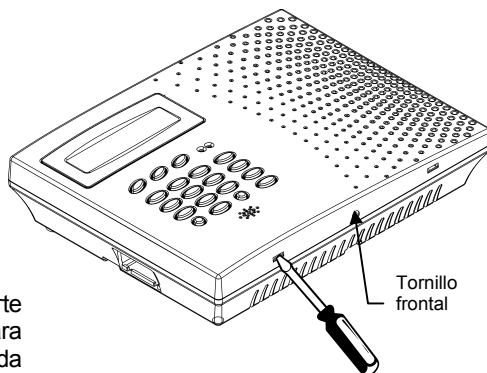

Figura 2.4: Abriendo el Panel
2. Utilizando un destornillador presione con cuidado la lengüeta según se muestra en la figura 2.4.